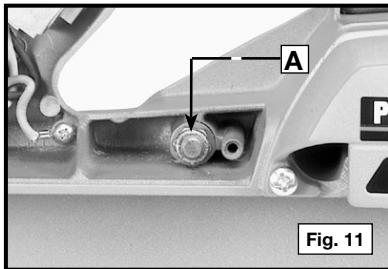

Fig. 11
Quite los cinco tornillos de retención del cubreplaca de la empuñadura (agarradera) están localizados al lado derecho de la empuñadura. Levante el cubreplaca para obtener acceso a la tuerca de la palanca de ajuste del cortador, (H) Fig. 11. Atornille o desatornille esta tuerca hasta que mantenga la tensión de la palanca durante el uso de la cepilladora. Vuelva a montar el cubreplaca.